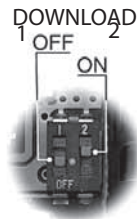

Fig. 2.i
- carga en la llave de los parámetros de un controlador (UPLOAD - Fig. 2.h);